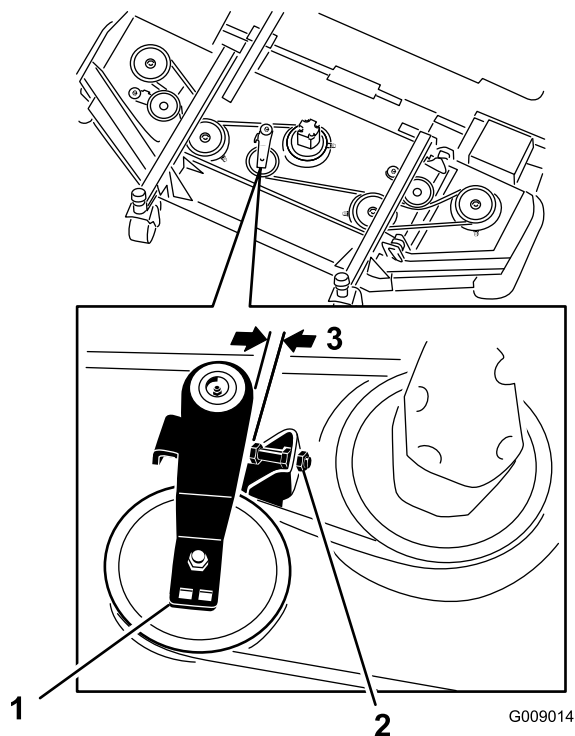

Figura 114
3. Sul piatto anteriore, in posizione centrale, allentate i controdadi sulla vite di arresto della puleggia tendicinghia e avvitate la vite di arresto nella staffa (Figura 114).
4. Con una leva a cricchetto o uno strumento simile, allontanate ciascuna puleggia tendicinghia dei piatti laterali dalla cinghia di trasmissione per allentare la tensione della cinghia e staccarla dalla puleggia dei piatti laterali (Figura 114).